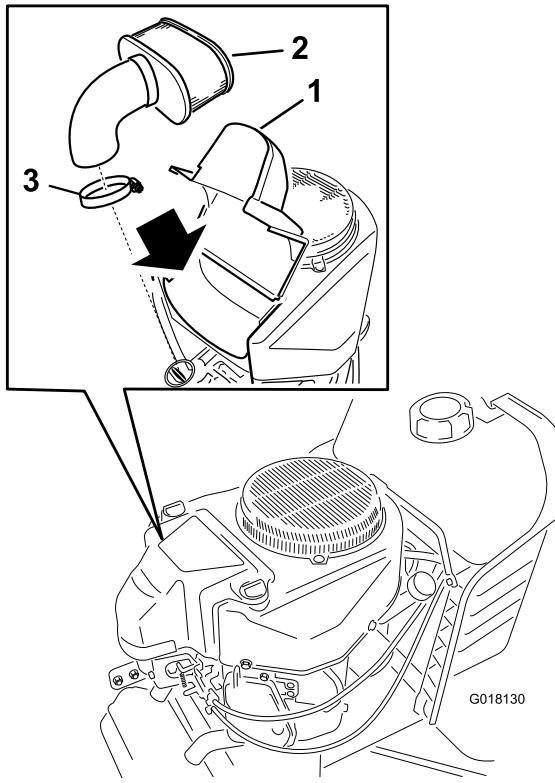

Figure 20
5. Soulevez le couvercle et déposez le collier qui fixe le filtre à air au moteur (Figure 20).
- 6. Desserrez le collier de flexible et retirez l'élément (Figure 20).